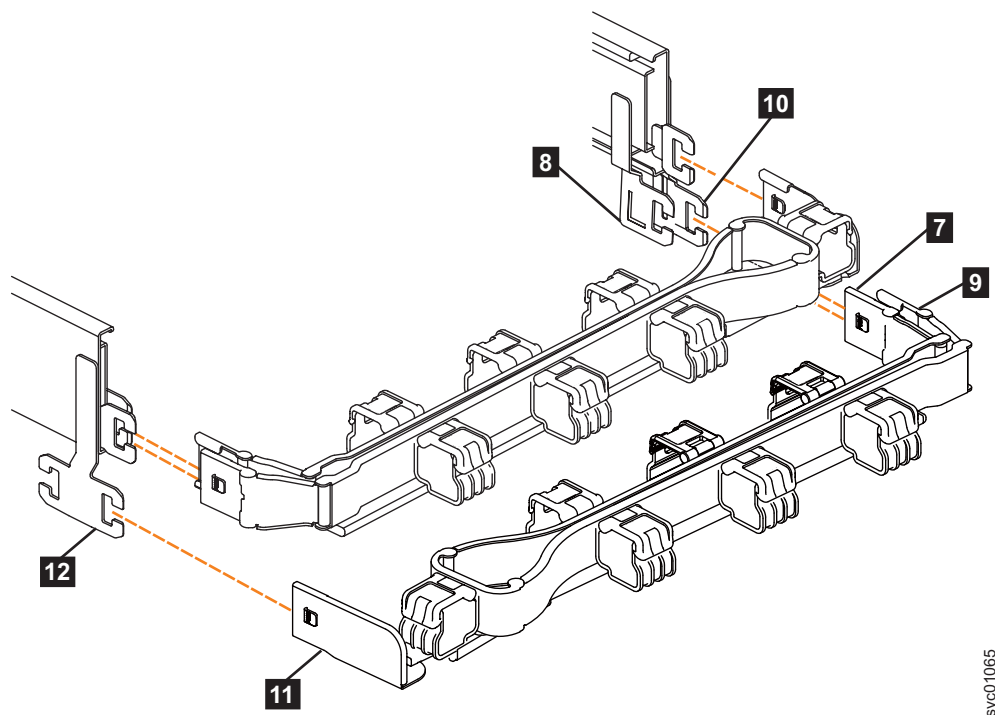

图 55. 比较 CMA 组合件的组件位置
注：连接下部 CMA 组合件的过程与连接上部 CMA 组合件的过程相同。但是，连接器位置颠倒。为便于比较，第 67 页的图 55 显示了与支撑导轨对齐的上部和下部 CMA 组合件。上部 CMA 的支撑导轨连接器连接到右侧导轨上。下部 CMA 的支撑导轨连接器 11 连接到左侧导轨上。
5. 将下部 CMA 组合件的内部连接器 (**7**) 安装到右侧支撑导轨的内部构件 (**8**) 上, 如图 55 中所示。
6. 将下部 CMA 组合件的外部连接器 (**9**) 安装到右侧支撑导轨的外部构件 (**10**) 上, 如图 55 中所示。
7. 将下部 CMA 组合件上的支撑导轨连接器 (**11**) 连接到左侧支撑导轨上的连接器 (**12**) 上, 如图 55 中所示。将下部 CMA 组合件上的支撑导轨连接器 (**11**) 连接到左侧支撑导轨上的连接器 (**12**) 上, 如图 55 中所示。确保将下部 CMA 组合件安全连接到支撑导轨末端的挂钩上。